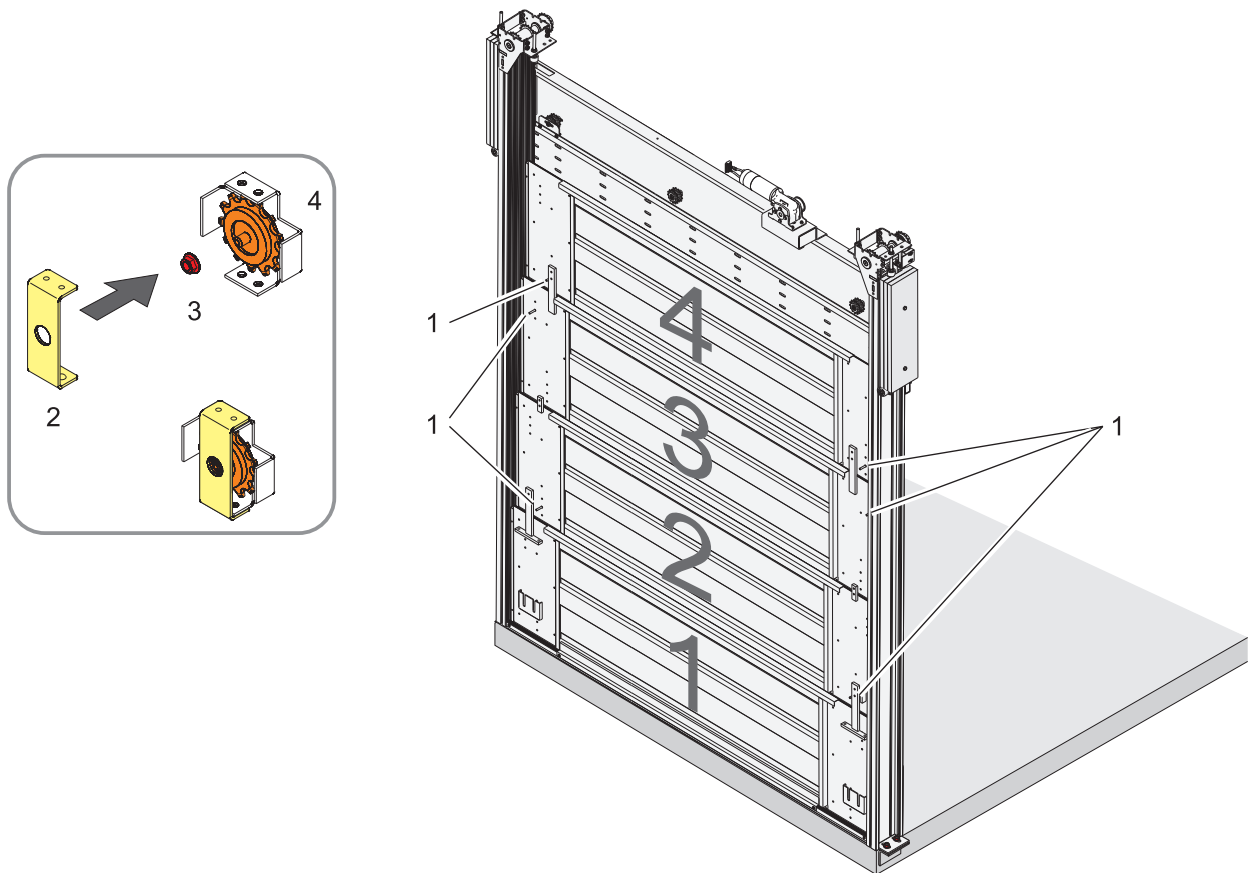

Abb. 32
- Abdeckblech (7, Abb. 32) am Kabinendach befestigen (siehe 6.3.1, Seite 11)